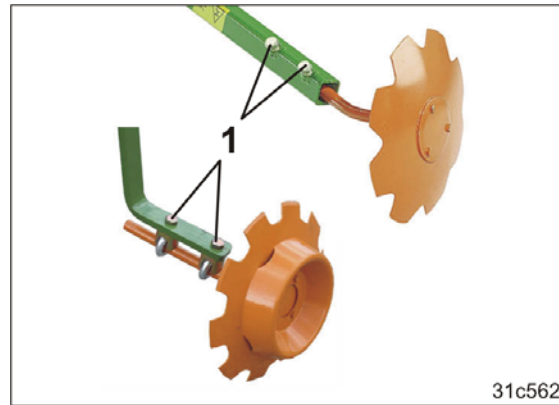

Fig. 159
- 3.4 Zwei Schrauben (Fig. 159/1) lösen.
- 3.7 Schrauben (Fig. 159/1) festziehen.